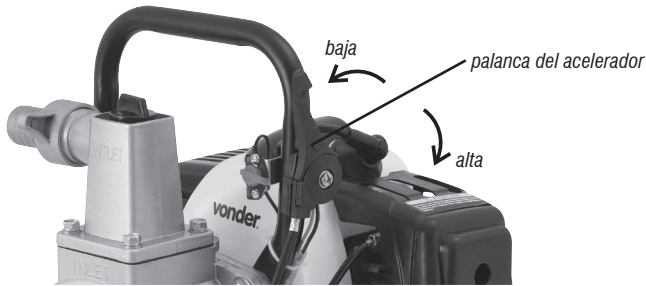

Fig. 8 – Acelerador
Ajuste la palanca del acelerador para modificar la velocidad de funcionamiento del motor y consecuentemente el flujo del agua. Para un mayor volumen de agua, mover la palanca a la posición alta, según se requiera. (fig. 8).
- 5 – Mueva la palanca del acelerador cerca de 1/3 para la posición alta (MÁX) (fig. 8);
- 9 – Después de que encender el motor, mueva la palanca del acelerador para la posición alta (MÁX) (fig.8) para iniciar la succión de la agua. El flujo de agua es controlada a través de la rotación del motor. Para aumentar el flujo coloque la palanca del acelerador para la posición alta (MÁX) y para disminuir el flujo coloque la palanca del acelerador para la posición baja (MÍN).
- 1 – Disminuya la rotación del motor moviendo la palanca del acelerador para la posición baja (MÍN) (fig. 8);
- 2 – Apague la llave general de la moto bomba (fig. 8);